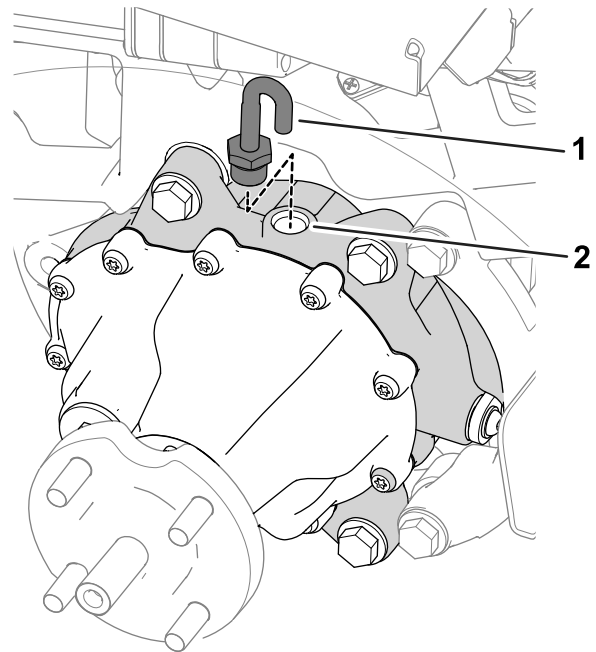

Bild 9
1. Nehmen Sie den Entlüftungsschlauch und das Anschlussstück von der Oberseite des Getriebes ab (Bild 9).
3. Montieren Sie den Entlüftungsschlauch und das Anschlussstück an die Füllöffnung (Bild 9).